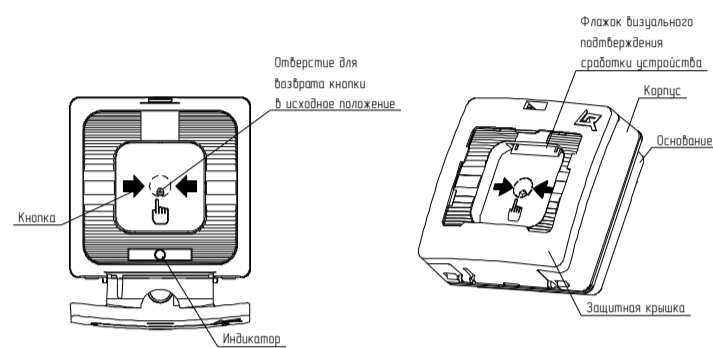

Рисунок 1
5.1 УДП представляют собой устройства, формирующие сообщение о событии при нажатии на приводной элемент (кнопку). При этом формируется сообщение в виде скачкообразного уменьшения сопротивления в ШС до величины не более 500 Ом, сопровождающееся включением оптического индикатора и выпадением цветного флажка (Рисунок 1).
Выпадающий цветной флажок является визуальным подтверждением нажатого состояния приводного элемента УДП (Рисунок 1). При возврате кнопки в исходное положение флажок занимает начальную позицию.